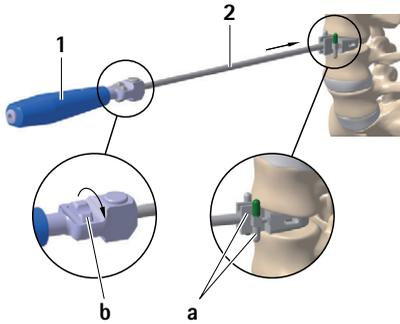

Fig. 1
- ▶ Monter le guidage de burin **2** avec la hauteur d'implant et l'angle souhaités dans le manche **1**, voir Fig. 1.
- ▶ Tourner la molette **b** dans le sens des aiguilles d'une montre et régler l'arrêt de sécurité **a** à la longueur de burin minimale, voir Fig. 1.
- ▶ Introduire le guidage de burin **2** au centre de l'espace intervertébral et régler l'arrêt de sécurité **a** sous contrôle radiologique à la profondeur de bûrissage souhaitée, voir Fig. 1.